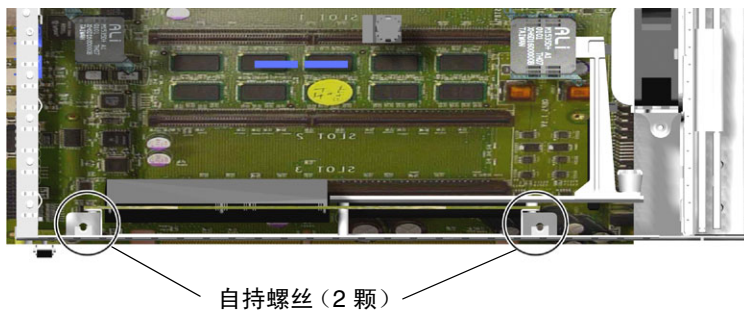

图 1-26 PCI 竖隔板螺丝的位置
4. 拧下用于将 PCI 竖隔板固定到系统板的两颗自持螺丝（图 1-26）。